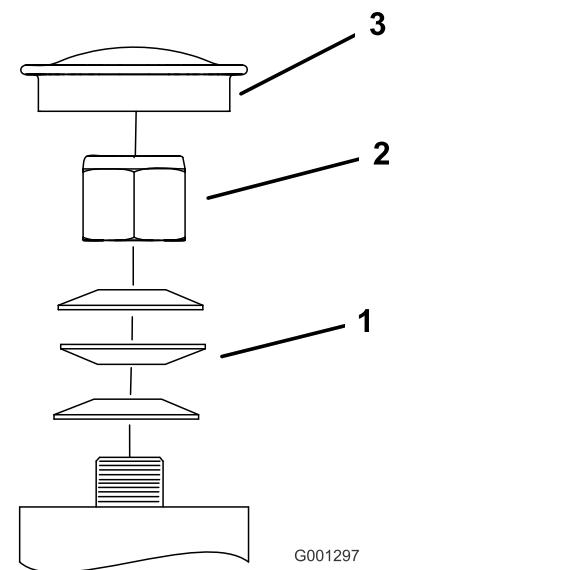

Figura 71
3. Retire o tampão antipoeira da roda e aperte a porca de bloqueio (Figura 71).
4. Aperte porca de bloqueio até que as anilhas de mola estejam planas e, em seguida, recue 1/4 de volta para aplicar devidamente a pré-carga nos rolamentos (Figura 71).
Importante: Certifique-se de que as anilhas de mola estão corretamente montadas como se mostra na Figura 71.
5. Instale o tampão antipoeira (Figura 71).